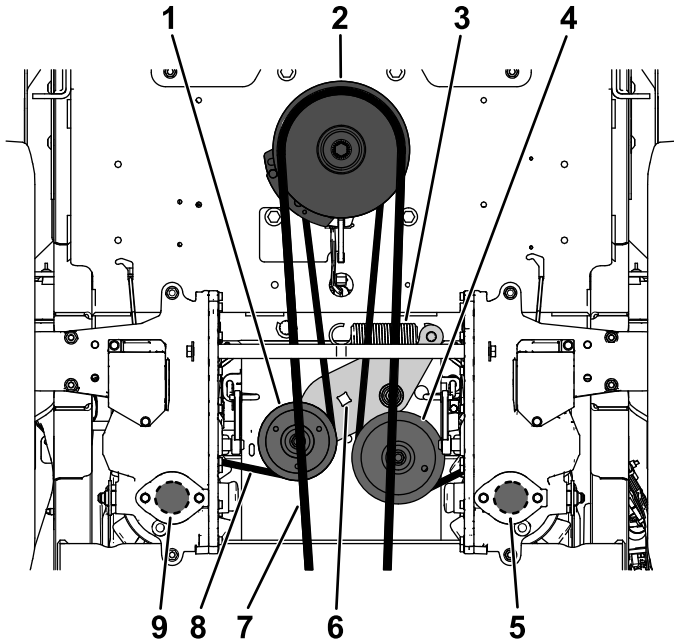

Figura 69
5. Utilice una llave de carraca de $\frac{1}{2}$ " o similar en uno de los orificios cuadrados del brazo tensor para aliviar la tensión del muelle tensor (Figura 69).
6. Retire la correa existente de la polea tensora, de las 2 poleas de transmisión de la bomba hidráulica y de la polea del motor (Figura 69).
7. Instale la correa nueva alrededor de la polea tensora, la polea del motor y de las 2 poleas de la bomba hidráulica (Figura 69).